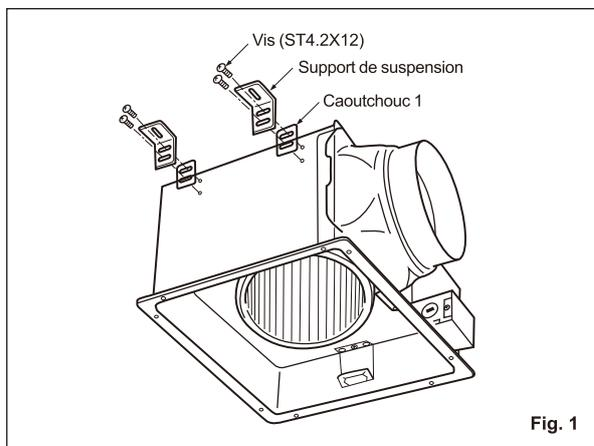

Fig. 1
2. Fixez le support de suspension au ventilateur avec le caoutchouc 1 intercalé. (Fig. 1)